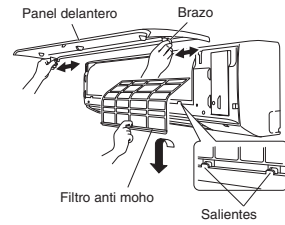

Fig. 3-82
- Abra el panel delantero hasta que esté en posición casi horizontal. Agarre las secciones que se encuentran dentro de los brazos del panel delantero de ambos lados y, a continuación, extraiga el panel empujando los brazos hacia el exterior mientras tira del panel hacia usted. Si le resulta difícil quitar el panel delantero, agarre ambos extremos y elévelo ligeramente. Desplácelo hacia la izquierda y desbloquee el brazo izquierdo. A continuación, desplácelo hacia la derecha y desbloquee el brazo derecho. (Fig. 3-82)
- Eleve levemente hacia arriba el filtro anti moho para desbloquearlo de los salientes de la unidad y, a continuación, empuje hacia abajo para extraer el filtro de la unidad. (Fig. 3-82)